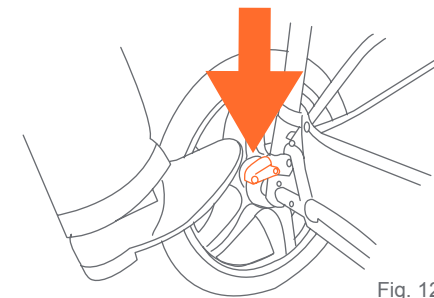

Fig. 12
- 12)** • Para aplicar los frenos, ejerza presión hacia abajo a las palancas del freno situada en el eje trasero. El carrito podría requerir un movimiento hacia delante o hacia atrás para activar el freno (Fig. 12).